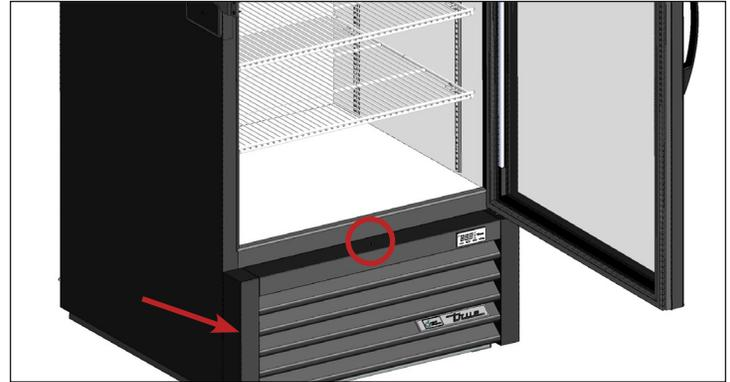

Fig. 1. Ubicación de los tornillos de la rejilla frontal.
1. Retire la rejilla frontal. Véase la fig. 1.